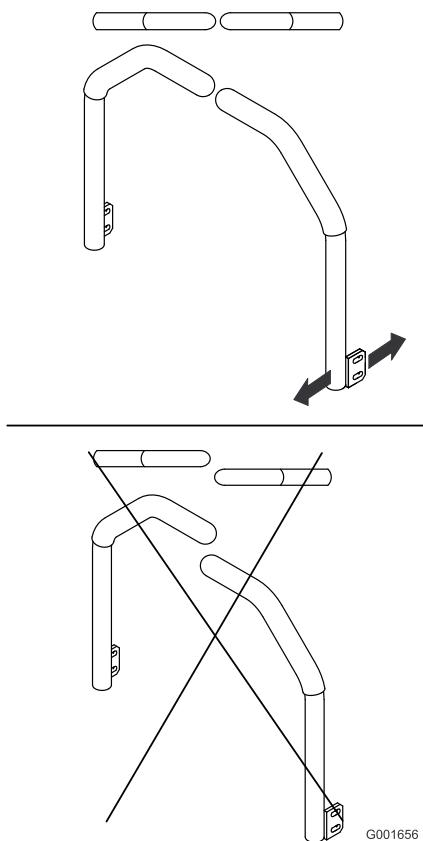

Figura 67
- Regolate le leve di controllo in modo che siano allineate (Figura 67), e serrate i bulloni, fissando le leve alle colonne.